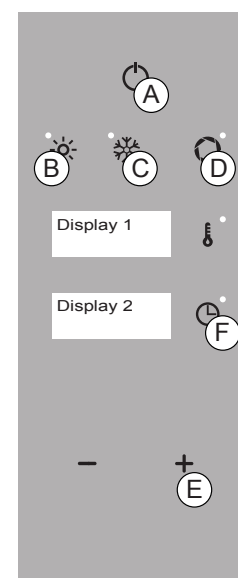

Fig. 9
1. Premere il tasto "INVIO" (Fig. 9/A) e premere contemporaneamente i tasti "CONVEZIONE", "VENTILAZIONE" e "SFIATO" per 5 secondi (Fig. 9/B+C+D).
2. Premere più volte il tasto "PIÙ" fino a selezionare "P05" (Fig. 9/E - Display 1).
3. Premere il tasto "TEMPO" (Fig. 9/F) per entrare nel parametro e con il tasto "PIÙ" impostare il valore su "1".
4. Per memorizzare il parametro premere il tasto "TEMPO" (Fig. 9/F).
Tenere premuto per 5 secondi il tasto "INVIO" (Fig. 9/A) per uscire dalla funzione.